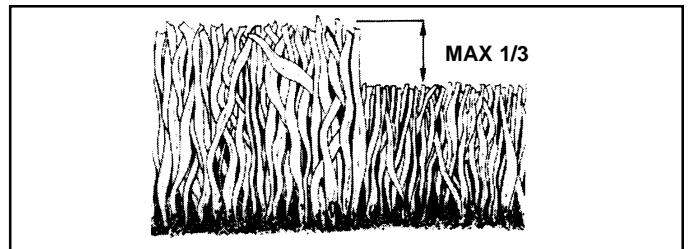

FIG. 12
- Pour les meilleurs résultats, ajustez la hauteur de coupe de tondeuse afin que la tondeuse coupe seulement le tiers du haut de l'herbe (Voyez la Fig. 12). Pour les conditions de broyer de l'herbe très difficiles, réduisez votre largeur de la coupe sur chaque passage et tondez lentement.